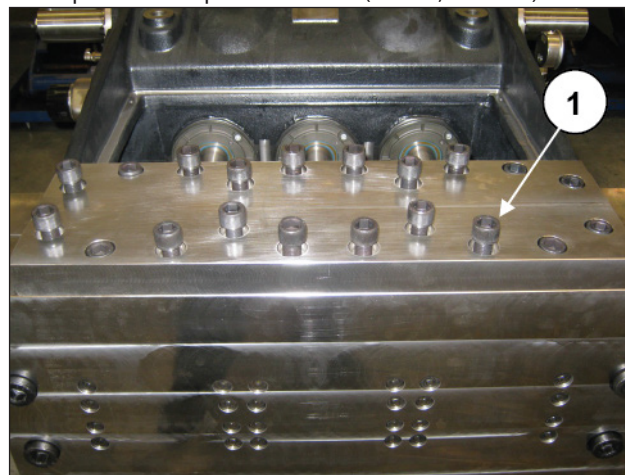
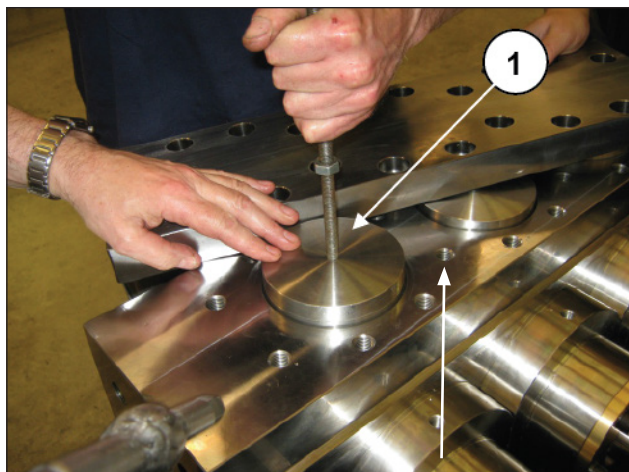

Рис. 165
Рис. 166
Открутите винты M16 и снимите крышку клапанов (поз. ①, Рис. 165). Далее извлеките пробки клапанов с помощью съемника с ударной массой, который нужно прикладывать к отверстию M10 пробки клапана (поз. ①, Рис. 166).